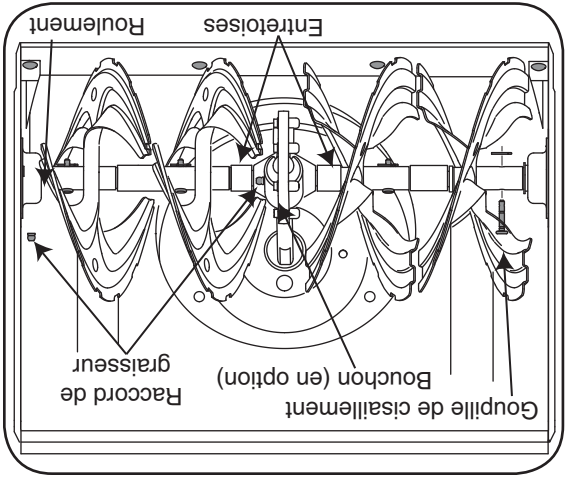

Figure 6-2
Enlevez les goupilles de cisaillement sur l'arbre de la tarière, au moins une fois par saison. Vaporisez un lubrifiant à l'intérieur de l'arbre et autour des entretoises. Lubrifiez aussi les roulements à bride trouvés à chaque extrémité de l'arbre de la tarière. Voir la Figure 6-2.
• Deux goupilles de cisaillement et goupille fendue maintiennent les tarières sur l'arbre de la tarière. Les goupilles sont sensées de peut être cisailier si la souffluse heurte un objet ou un bloc de glace. Voir la Figure 6-2.